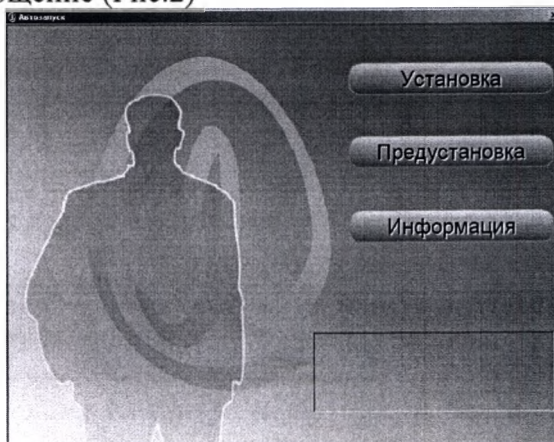
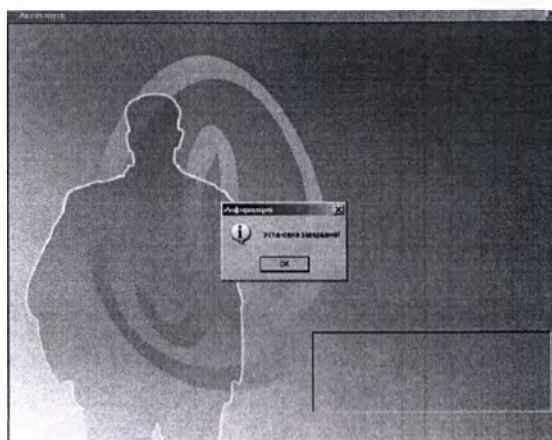

Рис.1
Рис.2
1. Вставьте установочный диск «Программа Урология» в ПК. После появления установочного окна нажмите кнопку «Установка» (Рис.1). Программа УРОЛОГИЯ автоматически установится на Ваш компьютер (в случае, если в процессе возникнут сообщения о невозможности установки каких-либо драйверов или файлов, соглашайтесь с их установкой). Подтверждайте установку драйверов и правильность работы программы, если при установке ПК задаст подобные вопросы. После успешной установки на экране ПК появится сообщение (Рис.2)